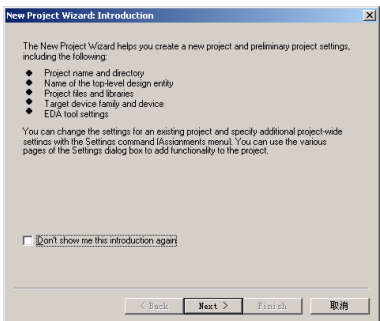

图 27-21 “New Project Wizard” 对话框
- (2) 选择“File”→“New Project Wizard”命令，打开“New Project Wizard”对话框，如图 27-21 所示。下面根据向导一步一步创建工程项目。